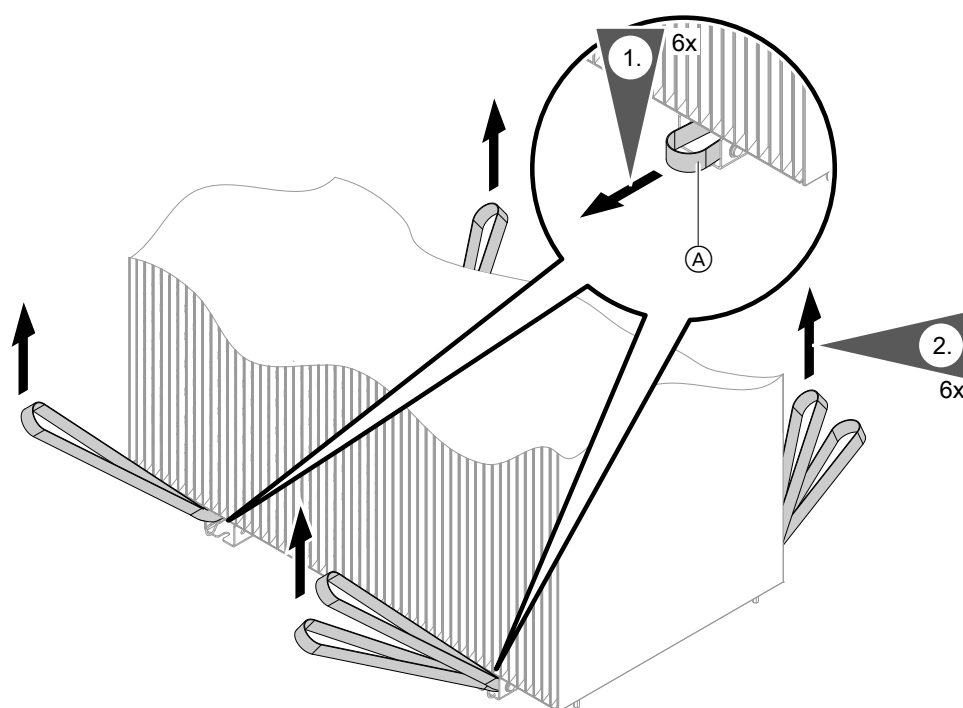

Abb. 8
- Aufgrund der ungleichen Gewichtsverteilung sind bei Außeneinheiten mit 2 Ventilatoren an der rechten Montageschiene 4 Tragehilfen angebracht: Siehe Abb. 8.